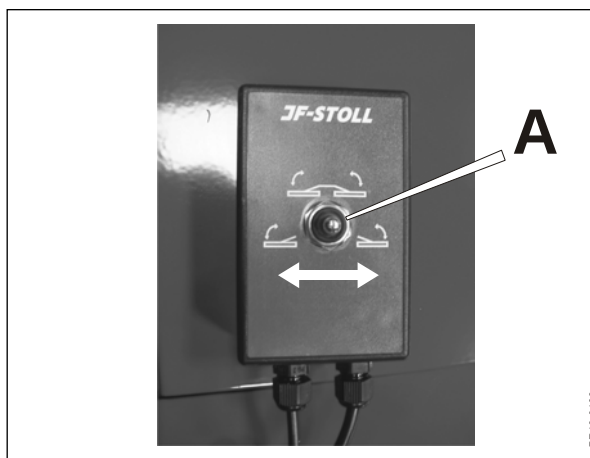

Fig. 3-14
**Fig. 3-14** Die Elektro-Steuerung besteht aus einem Steuerpult, das 2 On/Off-Ventile an der Maschine steuert. Wenn der Schalter **A** in Mittelposition ist, werden beide Schneidwerke gleichzeitig angehoben/abgesenkt. Wenn der Schalter **A** links eingestellt ist, wird das linke Schneidwerk angehoben/abgesenkt. Und umgekehrt wenn der Schalter rechts eingestellt ist.